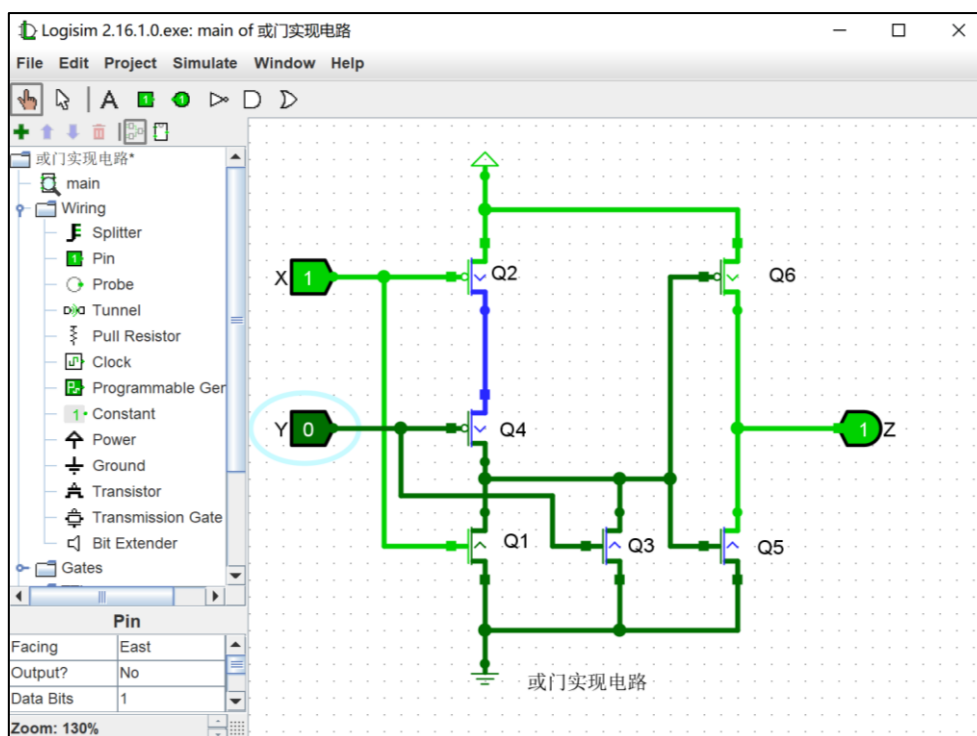

图 11.11 实现或门时的电路验证图
5) 仿真验证电路。如图 11.11 所示，进入仿真状态，改变输入引脚赋值，记录输出引脚值。保存电路设计文件。